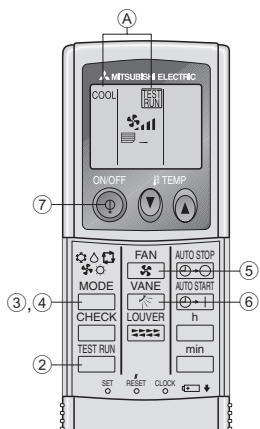

Fig. 7-2
7.2.2. Al usar el controlador remoto inalámbrico (Fig. 7-2)
- ① Encienda la unidad al menos 12 horas antes de la prueba de funcionamiento.
- ② Pulse el botón dos veces seguidas.
- ③ Presione el botón para activar el modo de refrigeración y compruebe si sale aire frío de la unidad.
- ④ Presione el botón para activar el modo de calefacción y compruebe si sale aire caliente de la unidad.
- ⑤ Pulse el botón y compruebe si cambia la velocidad del ventilador.
- ⑥ Presione el botón y compruebe que el sistema automático de desviación del aire funciona correctamente.
- ⑦ Presione el botón ON/OFF para finalizar el funcionamiento de prueba.